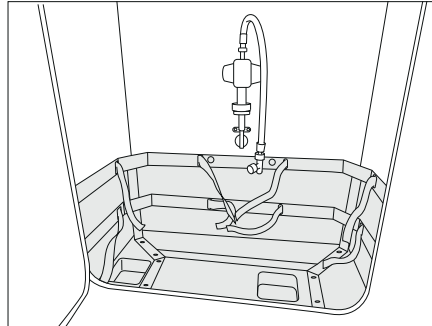

Fig. 154 Caja para bombonas de gas
- Si se dispone de una chapa protectora, plegar la chapa protectora (Fig. 154,1) hacia abajo.
- Desbloquear el carro (Fig. 154,3) a través del tirador (Fig. 154,2).
- Extraer el carro (Fig. 154,3) hasta el tope.
- Girar el tirador (Fig. 154,2) hacia atrás.
- Introducir el carro (Fig. 154,3) hasta el tope y girar el tirador (Fig. 154,2) hacia atrás.
- Si se dispone de una chapa protectora, plegar la chapa protectora (Fig. 154,1) hacia arriba.